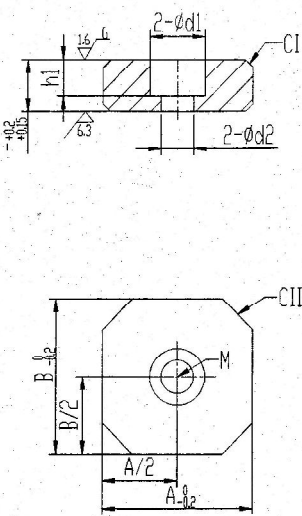

图9.2.1 1H型 (1个螺钉)
- 1) 1H型：当长度60~80mm时设计1个固定螺钉，4角倒C8斜角 (图9.2.1)